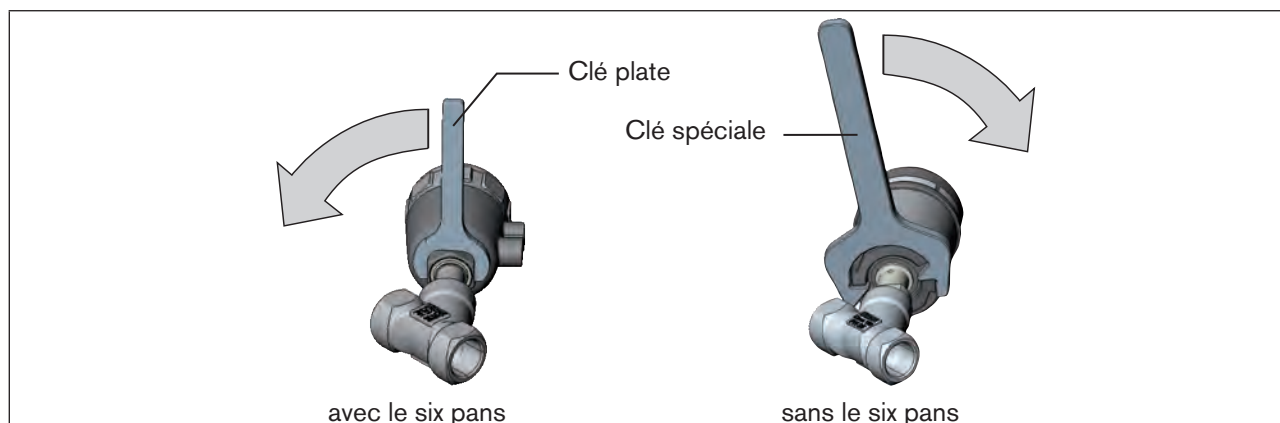

Figure 30 : Tourner avec une clé spéciale / clé plate
- ▶ Tournez le module actionneur uniquement dans le sens prescrit (voir « Figure 30 »).